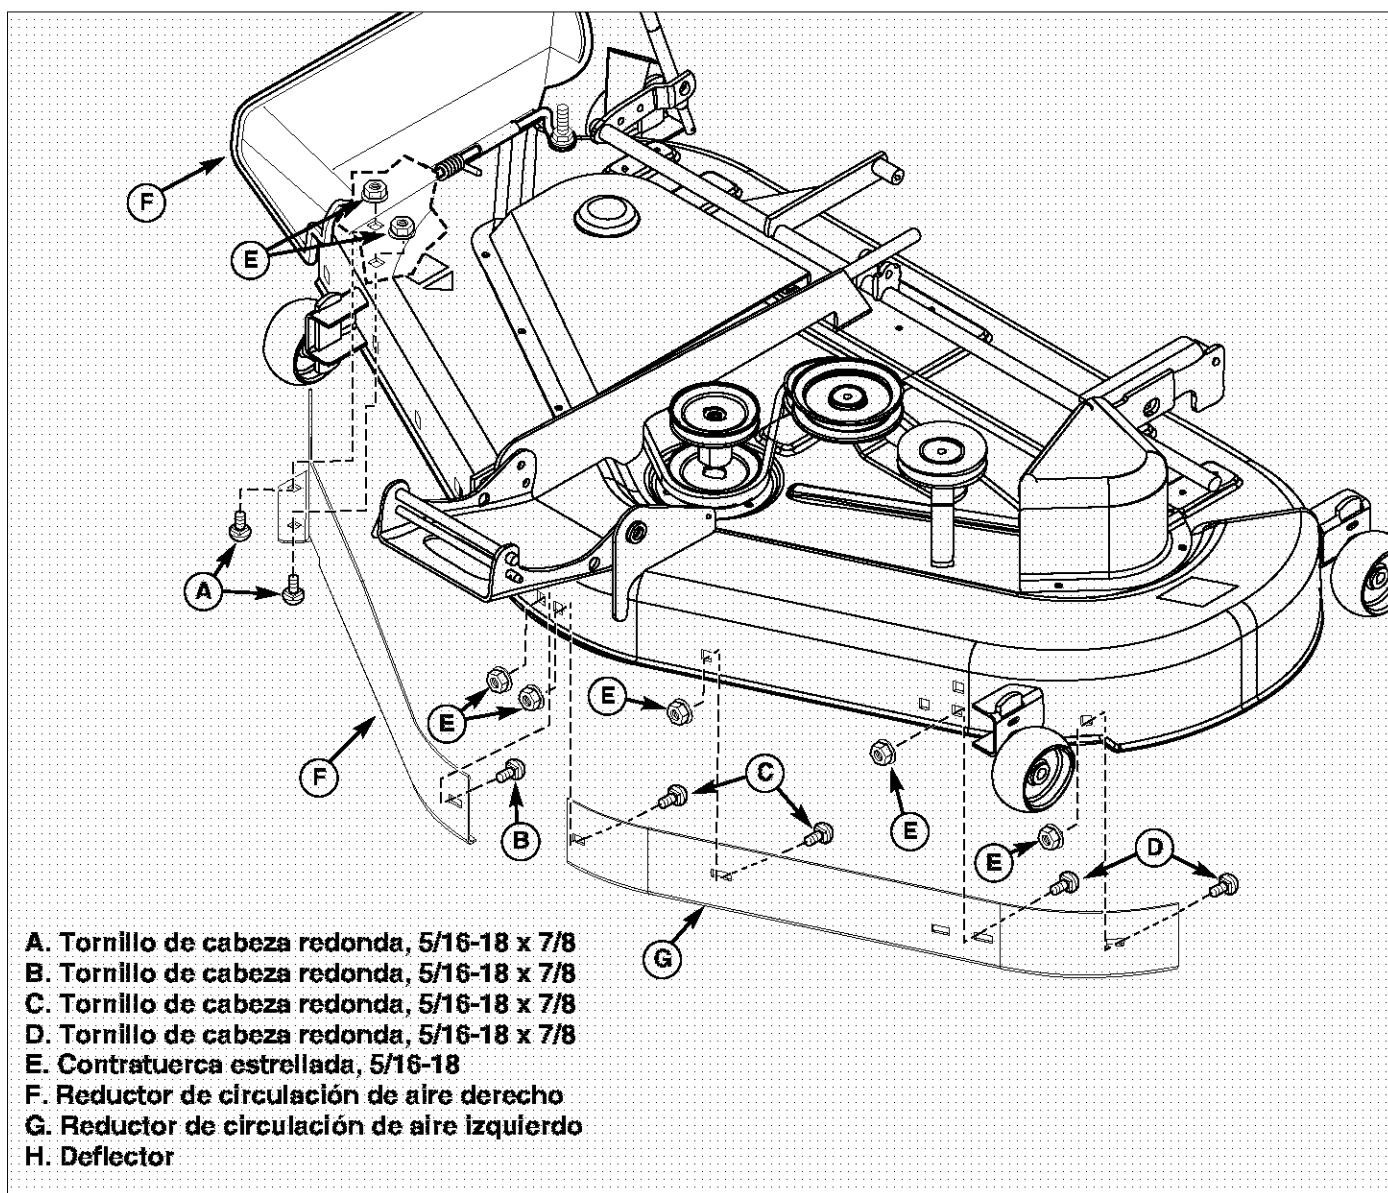

Figura 3. Ensamblaje del Reductor de Circulación de Aire
1. Apriete los tornillos de cabeza redonda (A, Figura 3) y las tuercas (E) del reductor de circulación de aire (F).
2. Apriete los tornillos de cabeza redonda (B) y las tuercas (E) del reductor de circulación de aire (F).
3. Apriete los tornillos de cabeza redonda (C) y las tuercas (E) del reductor de circulación de aire (G).
4. Apriete los tornillos de cabeza redonda (D) y las tuercas (E) del reductor de circulación de aire (G).